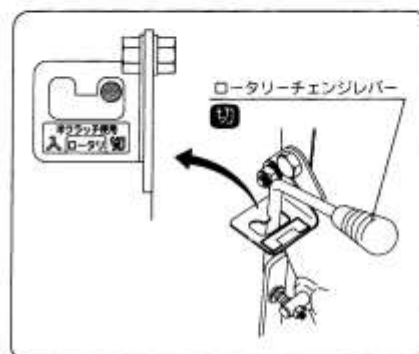

図16
- ③ ロータリーチェンジレバーを「切」位置にします。(図16)